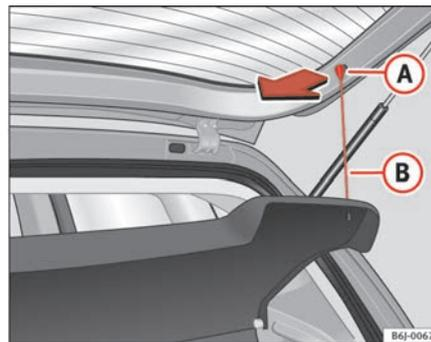

Fig. 84 Chapeleira
- Desengate os tirantes ⇒ fig. 84 B dos alojamentos A